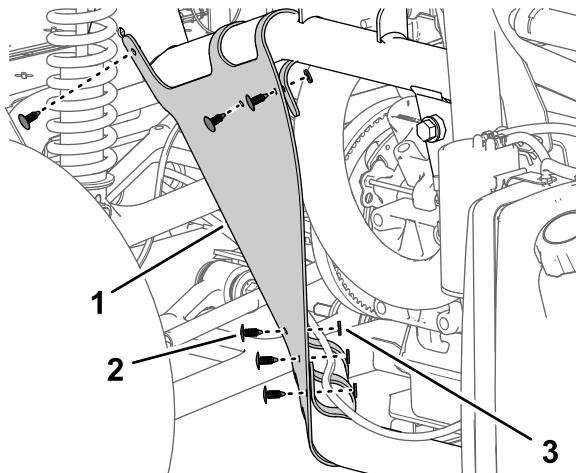

Рисунок 10
4. Удалите 6 вставных держателей и 5 шайб (9/16 x 1/2 дюйма), которые крепят внутренний кожух крыла к раме машины (Рисунок 10).